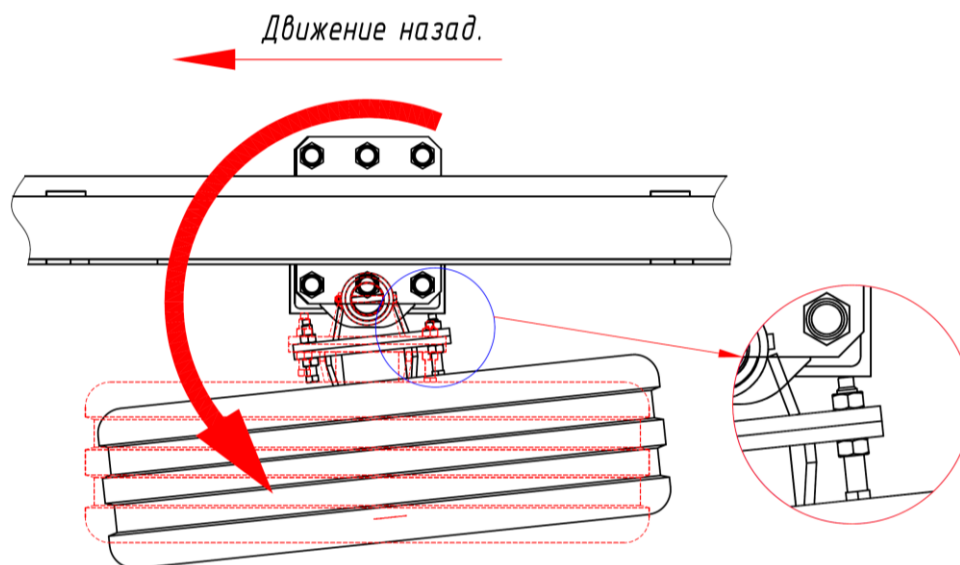

Рис.20 Регулировка транспортных колес боковых балок
7.4.5 Отрегулировать опорные колеса винтами 8 (рис.12) так, чтобы получился небольшой угол схождения по ходу бороны (см. рис.20). Это делается для того, чтобы боковые балки при движении вперед не разъезжались, а при переводе бороны в рабочее положение они автоматически разъедутся при движении назад.
Рис.20а
Рис.20б